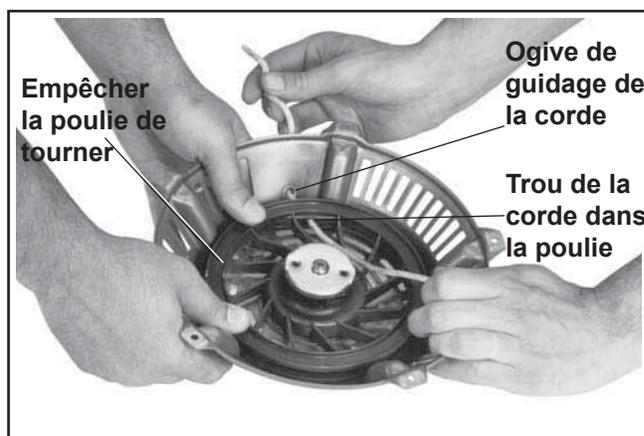

Figure 7-3. Installation de la corde.
9. Insérer la corde neuve à travers le trou de la corde dans la poulie du lanceur et l'ogive de guidage de la corde du carter. Voir la Figure 7-3.